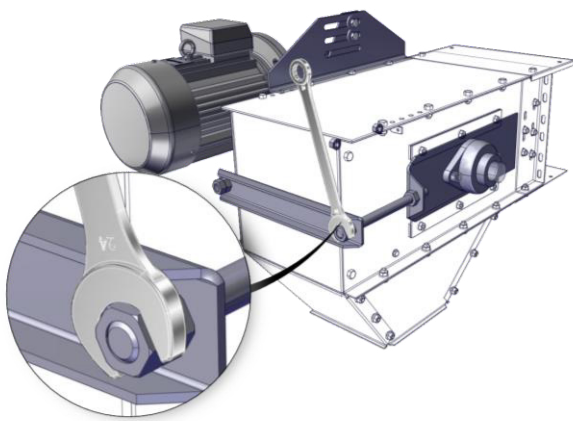
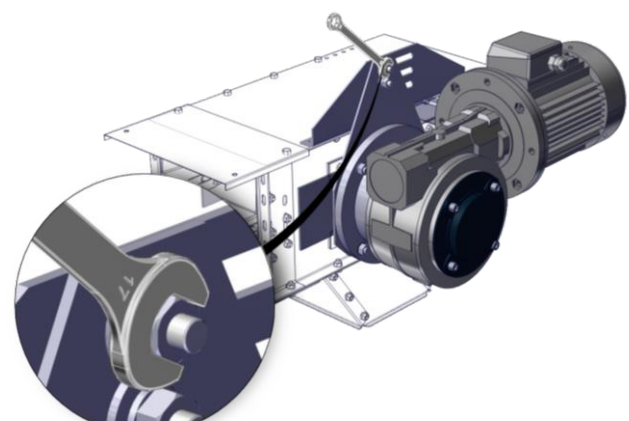

Fig. 9
Fig. 10
- Når kæden er lagt i kædetransportøren, løsnes kædestrammeboltene helt. (Se Fig. 9)
- Kæden justeres herefter med strammeboltene (Se Fig. 9), husk at løsne motorkonsol (Se Fig. 10).
- Til sidst fastmonteres motorkonsol igen. (Se Fig. 10)